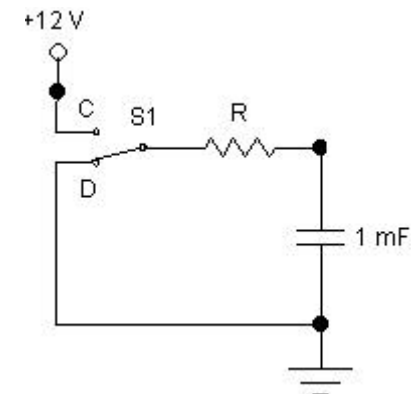

Figura 4.2.3.1
- 4.2.3 Para el circuito de la Figura 4.2.3.1 calcule el valor de la resistencia R para que su constante de tiempo sea de 10 segundos.